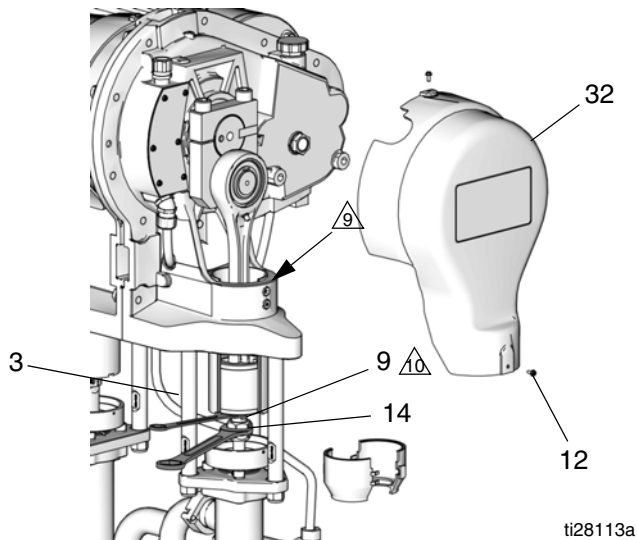

FIG. 16. Rimuovere il dado di accoppiamento
1. Far girare a impulsi il motore per regolare la pompa sul lato riparato al fondo della sua corsa. Questo permette l'accesso al dado di accoppiamento (14).
4. Rimuovere le due viti (12) e il coperchio. FIG. 16 mostra il coperchio (32) sul lato opposto a quello del motore; il coperchio laterale del motore è (21).